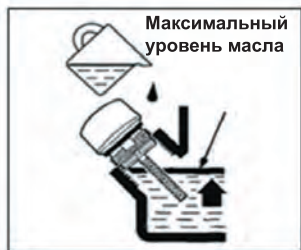

Рис.21
6. Установите электростанцию на горизонтальной поверхности и залейте новое моторное масло рекомендованное производителем до нижней кромки маслозаливной горловины (рис. 21);